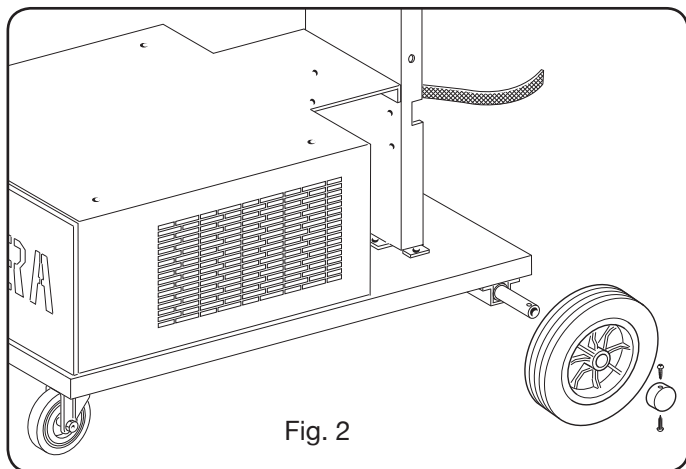

Fig. 2
- In tutti i generatori è necessario montare le ruote posteriori avendo preventivamente infilato l'assale (fig. 2).